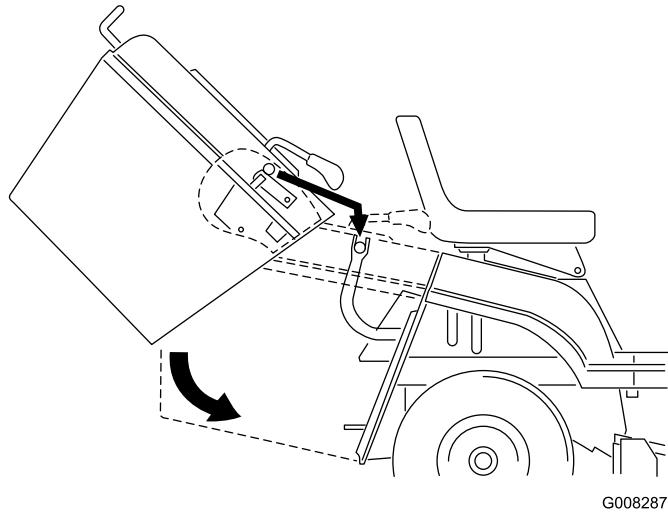

Bild 38
1. Kippen Sie das Heckfangsystem mit beiden Händen nach vorne (Bild 38).
2. Kippen Sie das Heckfangsystem ungefähr 40 Grad nach vorne. Schieben Sie es dann auf die Stützschiene hinten an der Maschine (Bild 38).